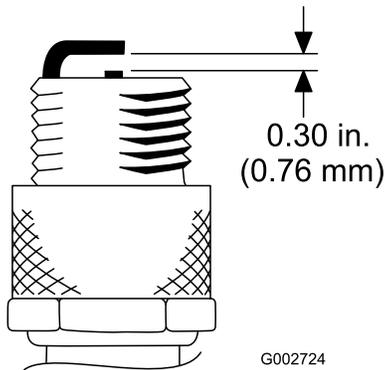

図 27
- エア・ギャップを 0.76 mm に調整する（図 27）。ガスケット・シールと共に点火プラグをエンジンに取り付け、200 in-lb.（23 N.m = 2.3 kg.m）にトルク締めする。トルクレンチがない場合は十分に締め付ける。